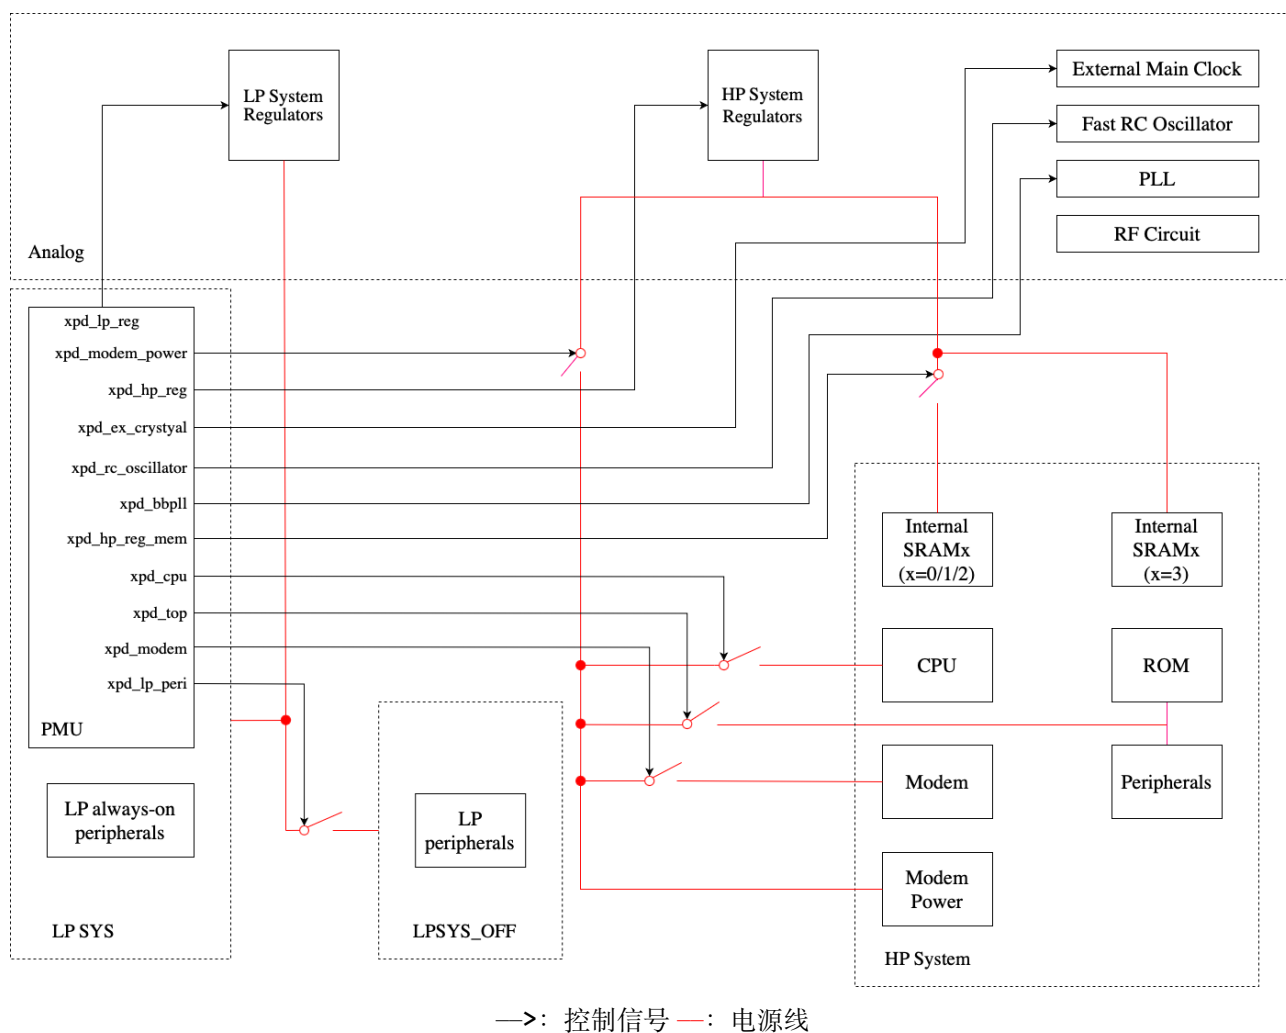

图 9.4-1. ESP32-C61 电源结构
如图 9.4-1 所示，ESP32-C61 的模拟部分包含 2 套调压器，负责调节不同电源域的供电：
- Internal SRAMx：如图 9.4-1 所示，SRAM0/1/2 每个都有独立的开关控制供电，SRAM3 与调压器直接连接，无开关控制上下电。
如图 9.4-1 所示, ESP32-C61 的模拟电源域主要包括以下几个, 其中 PLL 属于 HP 系统的电源域, 其他为 LP 系统的电源域: